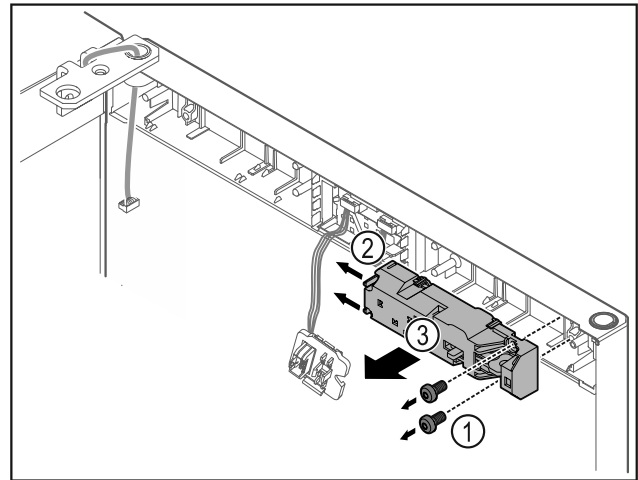

Fig. 22
- ▶ Schroeven Fig. 22 (1) verwijderen.
- ▶ Grendelnokken Fig. 22 (2) opzij drukken en afstandsslot Fig. 22 (3) verwijderen.